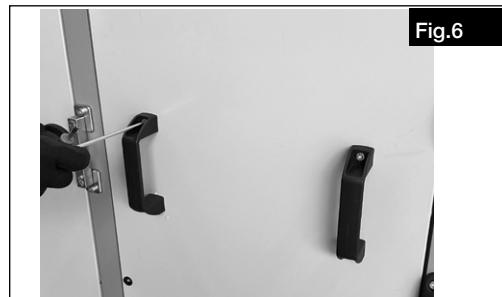

Fig.6
1. Placer les poignées de panneaux amovibles du côté de l'ouverture et les fixer solidement avec des vis (voir Fig.6).